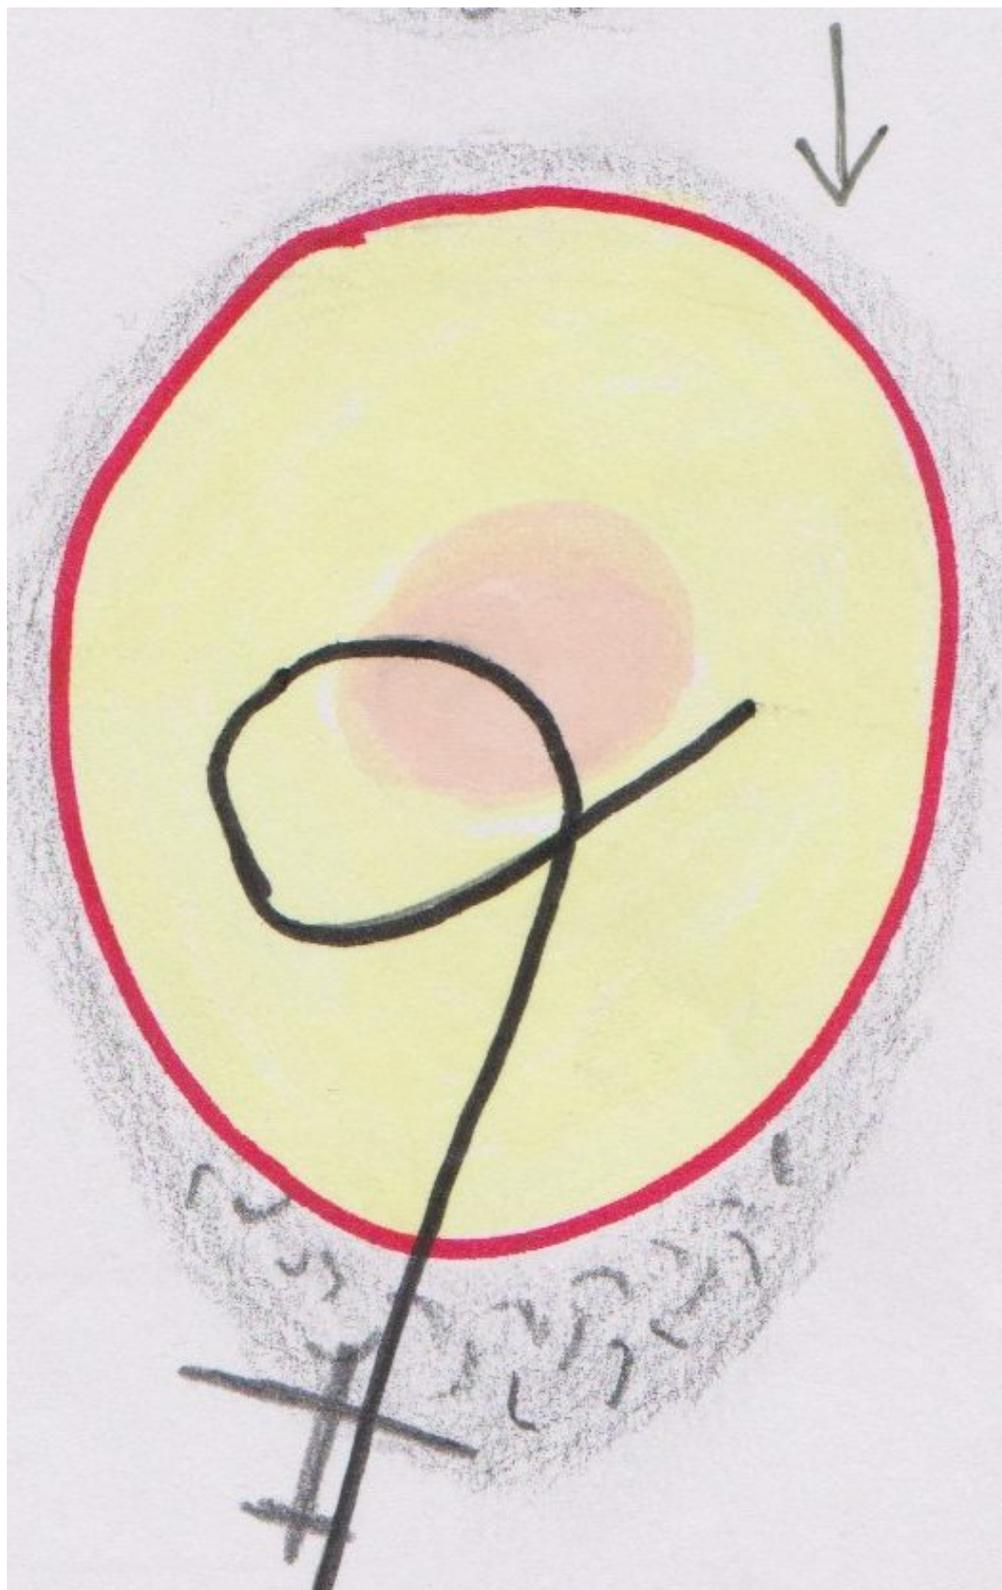

Fig.7
- Par le milieu, il traverse la dé-gueulante sous-le-vent du thermique la ou elle est la plus large et turbulente, le noyau peut être loin. (Fig.7)